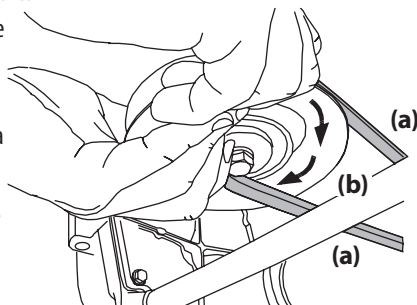

Figure 48
- d. Maintenez la courroie de la prise de force (a) vers le bas et continuez de tourner la poulie de la prise de force (b) jusqu'à ce que la courroie de la prise de force (a) soit complètement dégagée de la poulie de la prise de force (b). Voir Figure 48.
10. Tenez la courroie de la prise de force et la poulie, puis tournez la poulie vers la gauche. Voir Figure 48. Continuez à tenir et à tourner la poulie et la courroie de la prise de force jusqu'à ce que la courroie soit complètement enroulée autour de la poulie de la prise de force.